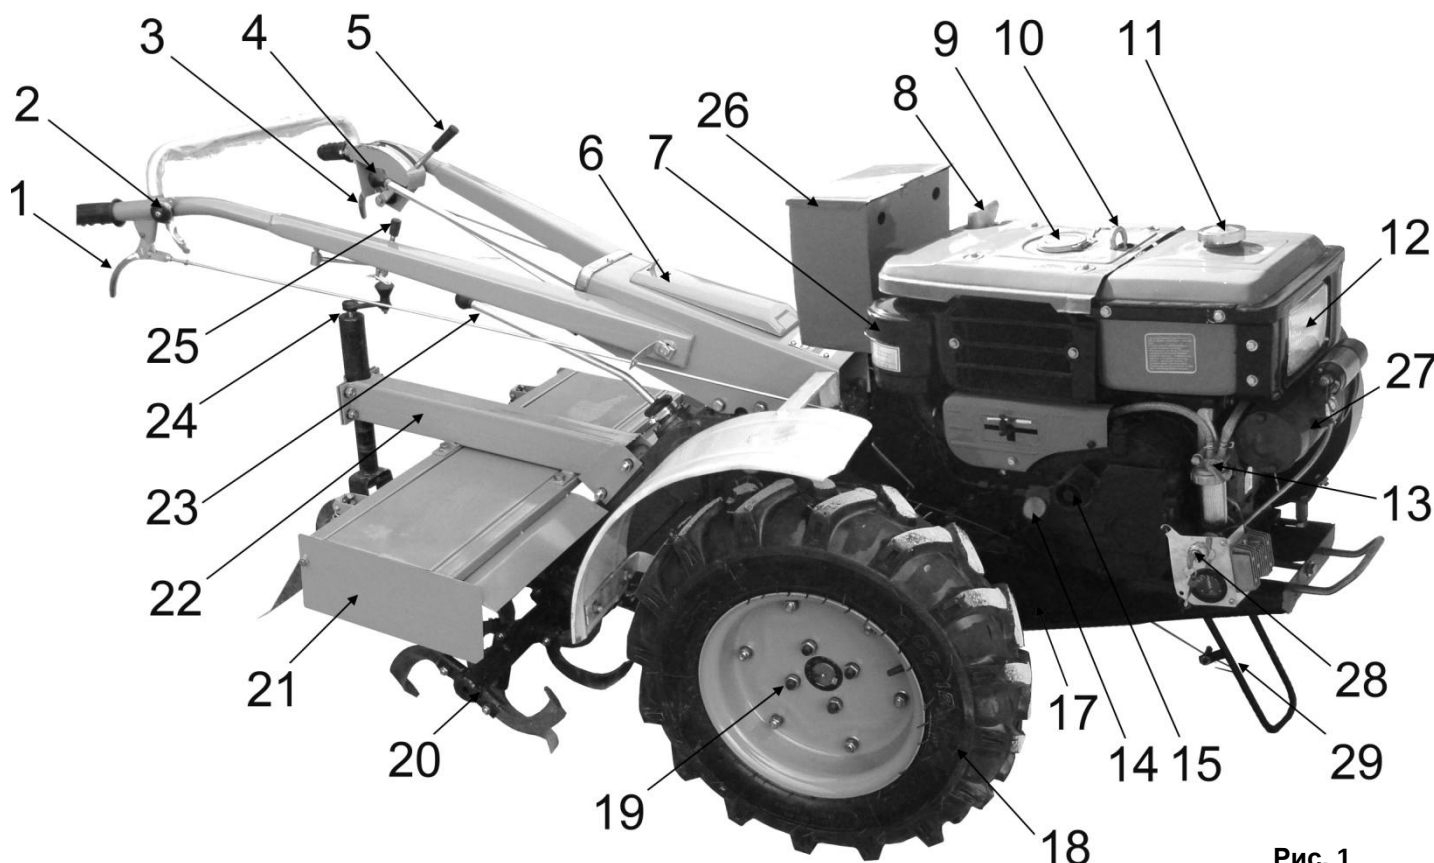
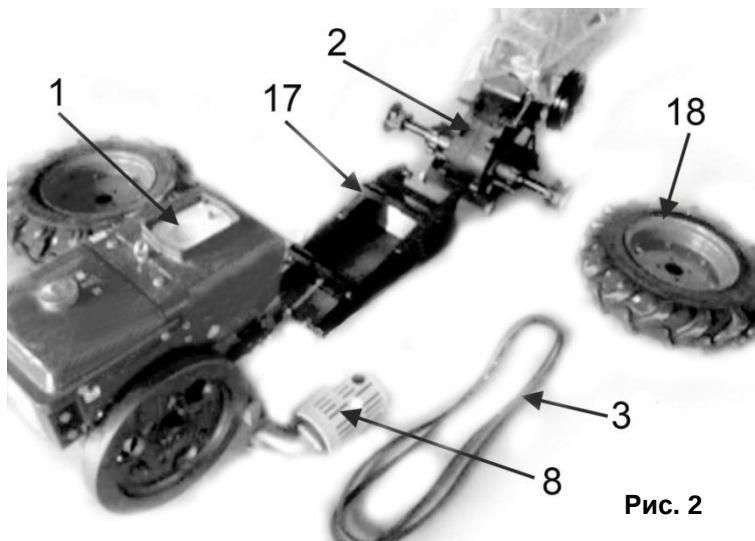

Рис. 1
Рис. 2
- Когда рукоятка сцепления (5) (См. Рис.1) находится в положении «отключения», тяговый шток управления муфтой сцепления обеспечивает движение соединительной вилки в обратном направлении, оттягивая храповую муфту и позволяя выжимному подшипнику смещаться по оси. Выжимной подшипник надавливает на три расцепляющих рычага, которые поднимают вверх три регулировочных штока, что приводит к перемещению нажимного диска вправо и вызывает проскальзывание на участке между нажимным диском и узлом ведущего
- Когда рукоятка тормоза/сцепления (5)(См. Рис.1) находится в положении «торможение», тяговый стержень заставляет проворачиваться тормозную тягу, а плоская головка на конце оси тормозной тяги разжимает кольцевую муфту тормоза, вызывая трение кольца о внутреннюю поверхность вращающегося колеса, благодаря чему и достигается эффект торможения.
- Культиватор оснащён блокировочным механизмом с поворотным хомутом. Во время поворота одной из рукояток рулевого управления (1,3)(См. Рис.1), при помощи тягового штока, в действие приводится вилка рулевого управления, и соответствующий рычаг, что обеспечивает смещение шестерни механизма рулевого управления и вывод из зацепления зубчатого колеса с внутренними зубьями. В результате чего усилие с одной стороны приводного колеса ослабевает и обеспечивается возможность управления культиватором.
- Культиватор состоит из нескольких основных узлов: двигателя (1)(См. Рис.2), рамы (17), Коробки передач и рулевой колонки (2), колес (18).
- Рама (17)(См. Рис.1,2) крепится к картеру коробки передач (2)(См. Рис.2) с помощью двух стальных шпилек, и фиксируется гайками с каждой стороны.
- Дизельный двигатель устанавливается на регулируемые ползья опорной рамы (17)(См. Рис.1,2). Ползья имеют возможность регулировки по горизонтальному смещению. Благодаря смещению, происходит позиционирование установки двигателя, и регулировка натяжения приводного ремня.
- Установите дизельный двигатель опорными ножками на ползья рамы (17)(См. Рис.1,2).
- Когда отжимная рукоятка рычага сцепления (5;1) (См. Рис.1;7) находится в сцепленном положении, тормоз полностью отпущен; когда он находится в положении тормоза, культиватор поставлен на тормоз.